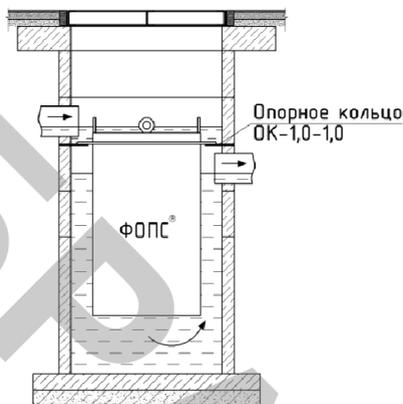

Рис. 1. Размещение фильтра ФОПС® на опорном кольце ОК.
1.1. Опорные кольца ОК являются изделиями многоразового использования и предназначены для размещения на них только фильтров очистки поверхностного стока ФОПС® производства ООО «Аква-Венчур®» (см. рис.1) внутри канализационных колодцев;
1.2. Опорные кольца ОК являются несущей конструкцией, удерживающей фильтры ФОПС® в колодцах, а также выполняют роль непроницаемой перегородки, которая служит для предотвращения попадания поступающего на фильтр ФОПС® очищаемого (загрязнённого) стока в очищенный сток (см. рис.1);